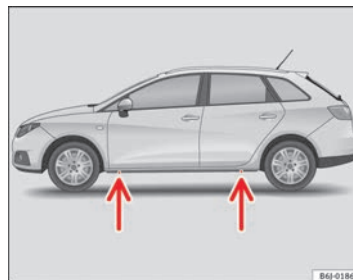

Fig. 143 Points d'appui du cric
- Cherchez sur le bas de caisse le point d'appui le plus proche de la roue à changer ⇒ fig. 143.
Des empreintes sur le bas de caisse à l'avant et à l'arrière du véhicule indiquent les points d'appui du cric ⇒ fig. 143. Un emplacement a été prévu pour chaque roue. Le cric ne doit pas être positionné à d'autres endroits.